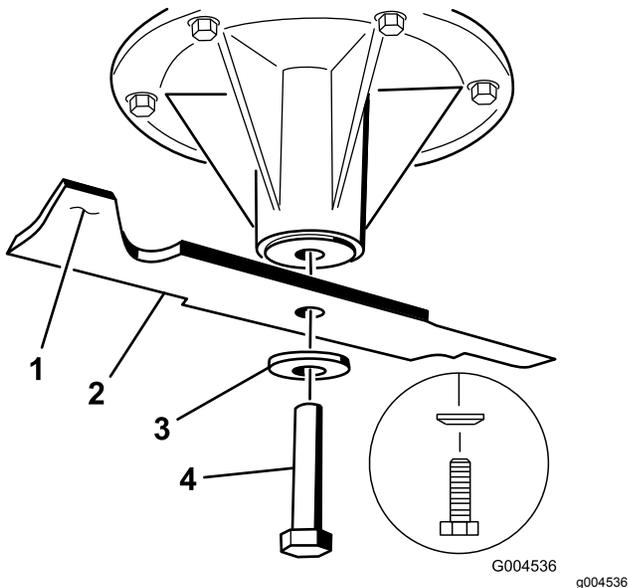

図 89
2. スピンドルのシャフトからブレードボルト、湾曲ワッシャ、ブレードを取り外す 図 89。